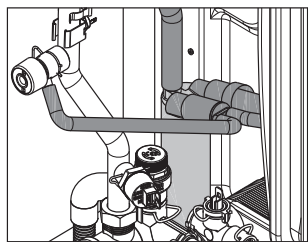

fig. 1
- sfilare i 4 tubi in silicone come indicato in fig. 1